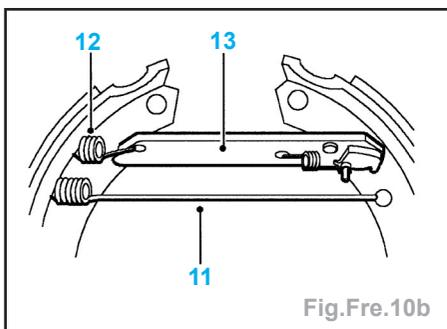

Fig.Fre.10b
- Détacher le ressort de rappel supérieur du segment primaire et déposer le ressort (11) (Fig.Fre.10b).